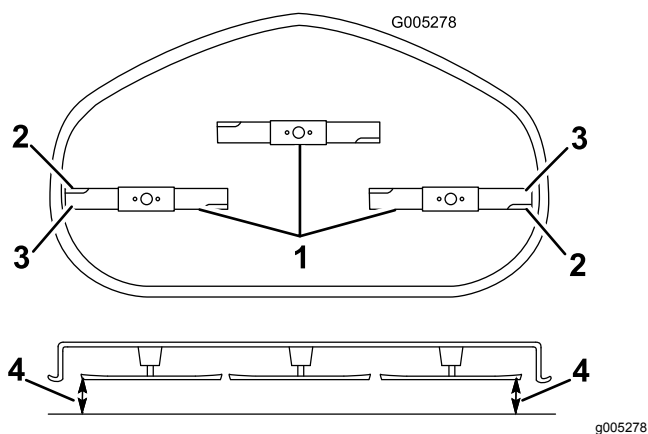

Figure 55
4. Faites pivoter la ou les lames avec précaution pour qu'elles soient toutes parallèles (Figure 55).
5. Mesurez la distance entre les tranchants extérieurs et le sol plat (Figure 55).